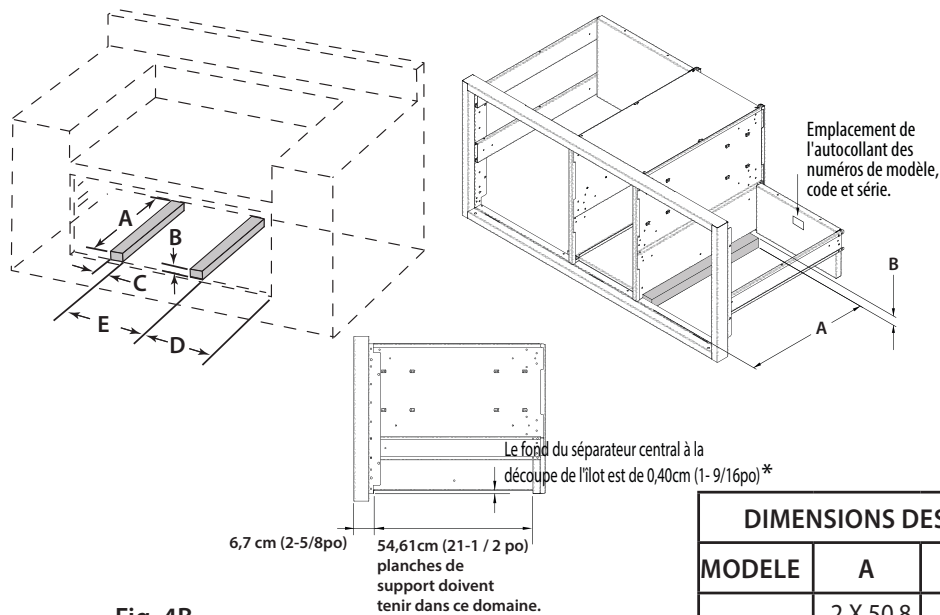

Fig. 4B
2. Placez des pièces 2 x 4 pour fournir un support à la structure des tiroirs aux emplacements indiqués sur la figure (Fig. 4B).